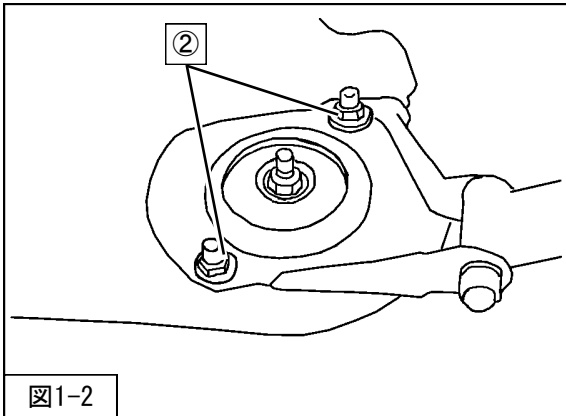

図1-2
3. ②フロントサスペンションASSYアッパー取付ナットを取外してください。(図1-2)